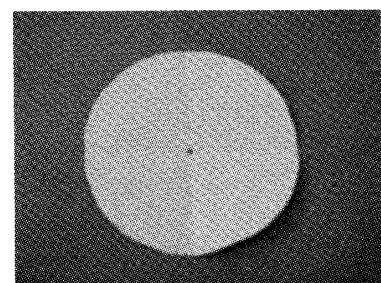

図7. 8等分
- (8) 図 7 に示すように、切り出した円を 8 等分（半分・半分・半分）し、跡のついた部分にボールペン等で印をつける。